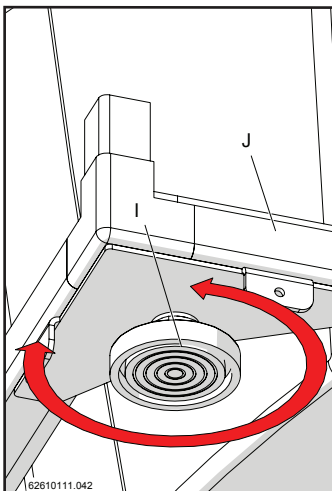
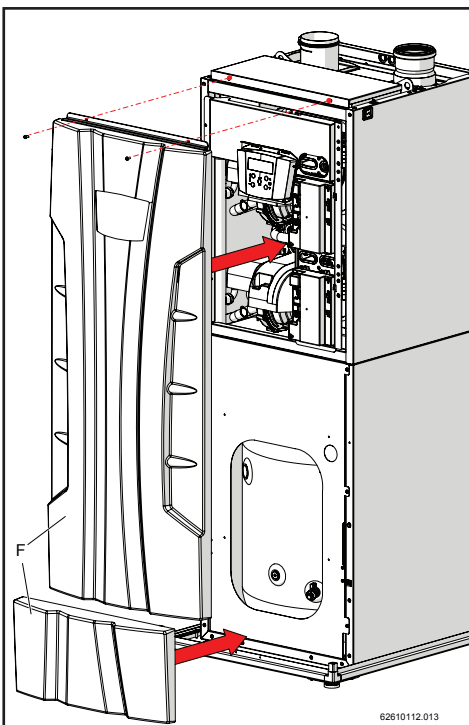

Figura 12-8
Figura 12-7
- 4.- Inserire le coperture frontali inferiore e superiore "F" dell'apparecchio (figura 12-7). Successivamente, agire sui piedi regolabili "I" del telaio inferiore "J" per regolarne la stabilità sul piano di installazione (figura 12-8).